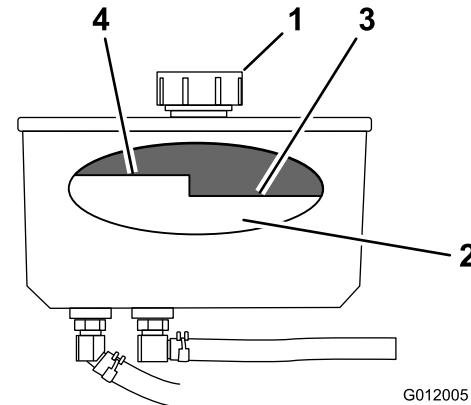

Figure 71
4. Nettoyez la surface autour du bouchon et du goulot de remplissage du réservoir hydraulique (Figure 71).
5. Enlevez le bouchon du goulot de remplissage (Figure 71).
- Remarque:** Lorsque l'huile est chaude, le niveau doit être en dessous du repère « à chaud » sur le déflecteur (Figure 71).